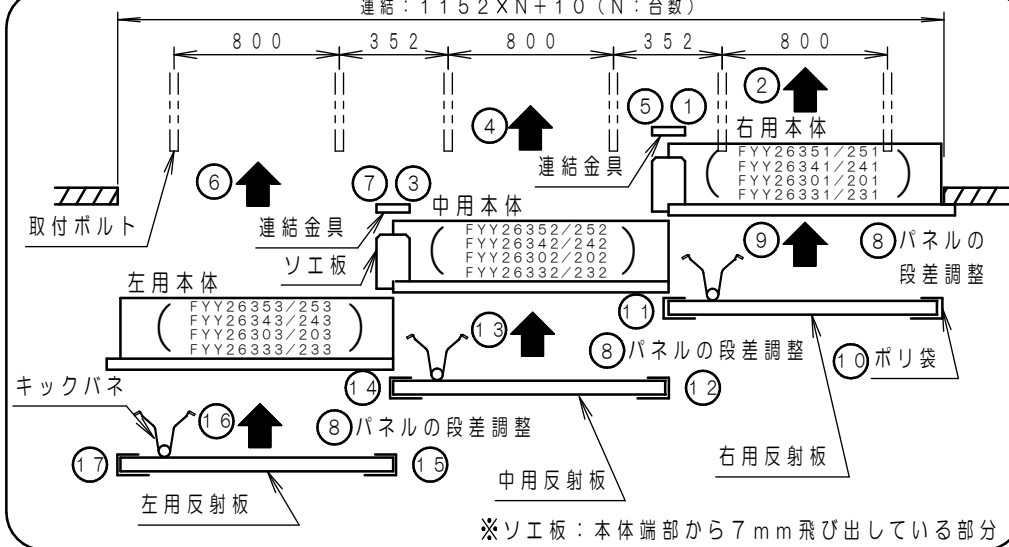

図2 本体の段差調整
- ② 右用本体を施工する
- ③ 連結金具を中用本体のソ工板側に取付ける
- ④ 中用本体を施工する
- ⑤ 右用本体に取付いている連結金具を中用本体に取付ける
- ⑥ 左用本体を施工する
- ⑦ 中用本体に取付いている連結金具を左用本体に取付ける
- ※本体の段差が発生した場合は、締付トルクの強弱で調整してください（図2 本体の段差調整参照）